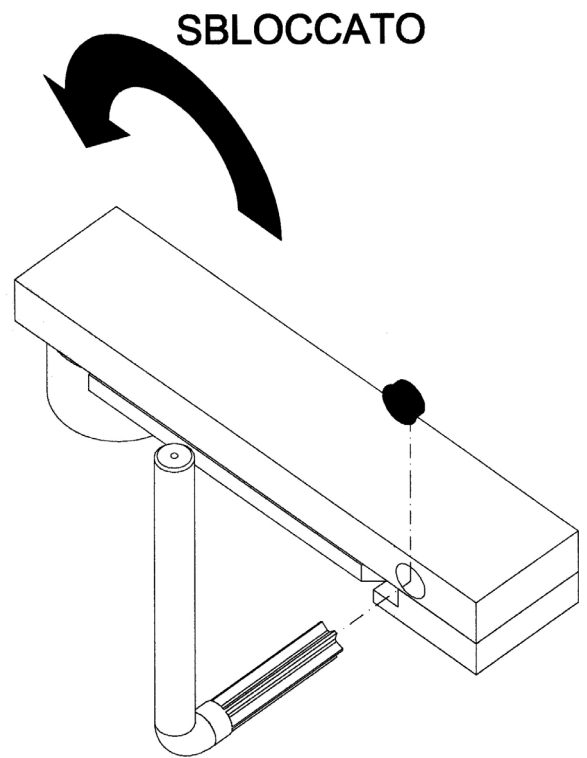

fig. 6
VERWENDUNG DER MANUELLEN ENTRIEGELUNG (Abb. 6)
- Den Verschluss gemäß Abbildung 6 entfernen.
- Den Schlüssel in das Schloss stecken und wie auf Abbildung 6 drehen.